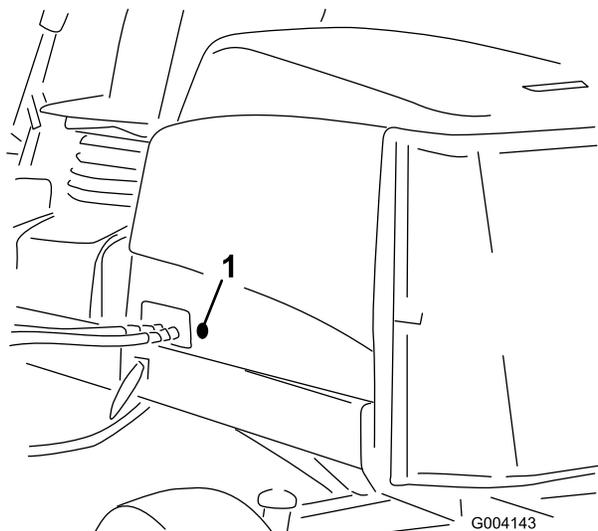

Figura 15
- Retire o olhal de borracha do orifício do lado esquerdo do capot (Figura 15).